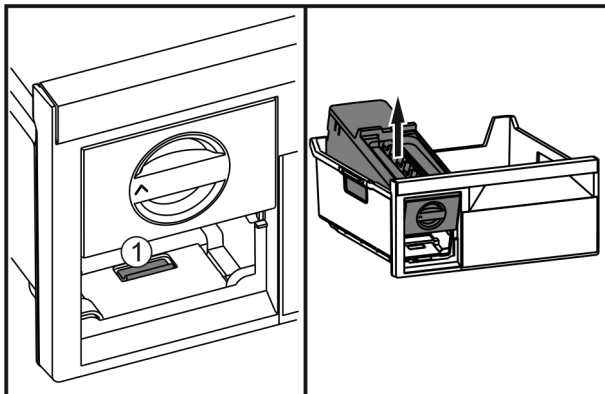

Fig. 56
- ▶ Pritisnite spojnicu Fig. 56 (1), podignite EasyTwist-Ice otraga i izvadite iz ladice za zamrzavanje.